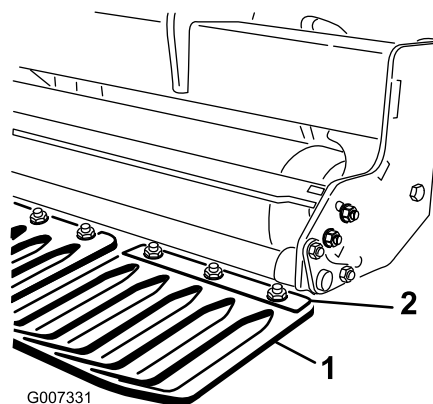

Figura 14
1. Allentate i dadi che tengono serrati i fermi delle protezioni del tappeto erboso alla barra attrezzi del tappeto erboso (Figura 14).